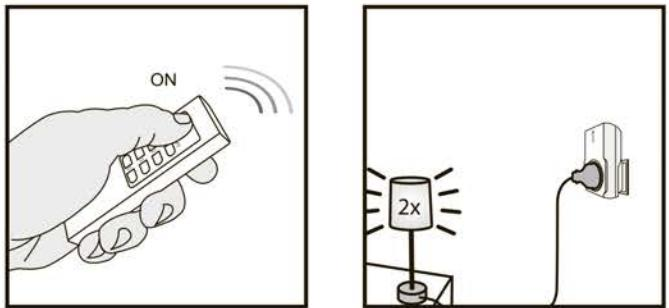

Рисунок 4
5.3. Нажмите кнопку ON на пульте ДУ при активном режиме обучения (светодиодный индикатор мигает), чтобы задать его код в памяти приемника. Приемник включится/выключится 2 раза для подтверждения приема кода (рисунок 4). В память приемника может быть записан только один код от пульта. При перезаписи на другой пульт или другой канал пульта предыдущие значения стираются. При необходимости на один канал пульта можно записать несколько приемников. Для этого нужно повторить пункты 5.1–5.3 для других приемников. Данные в памяти сохраняются, когда приемник переподключается в другую розетку или в случае сбоя питания.